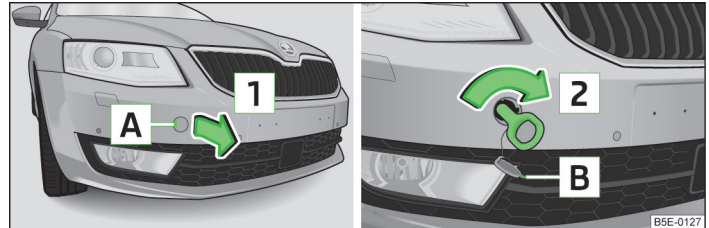

Abb. 197 Vordere Stoßfänger: Ausbau der Abdeckkappe / Einbau der Abschleppöse
- Auf die Abdeckkappe im Bereich **A** » Abb. 197 drücken.
- Die Abschleppöse von Hand in Pfeilrichtung **2** » Abb. 197 bis zum Anschlag einschrauben » **!**.